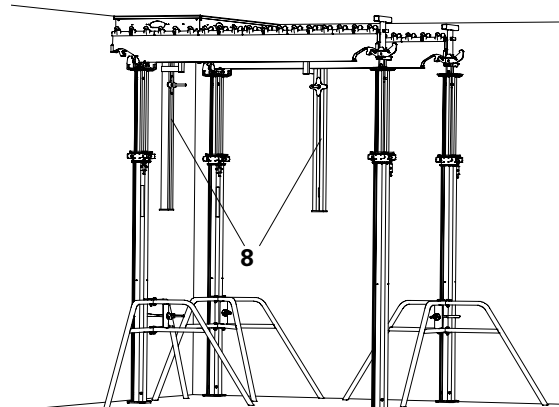

Fig. A4.06
2. Fixar os painéis junto da parede e a Viga Principal SLT com o apoio de parede SWH-2 (8). (Fig. A4.06)